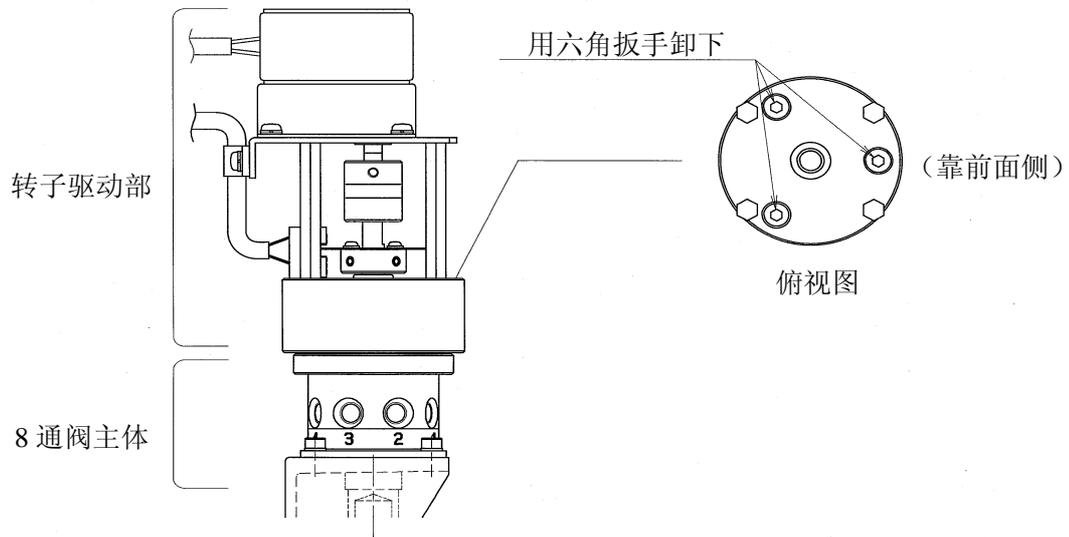

图 6.6 8 通阀的转子驱动部的拆卸
3) 用六角扳手，如图 6.6 所示卸下三颗螺丝。
4) 如图6.6所示的转子驱动部向上拔。这时，由于在转子驱动的下端的转子夹具上装着转子（乳白色陶瓷制）的状态下拔，操作时要注意转子不要掉落。